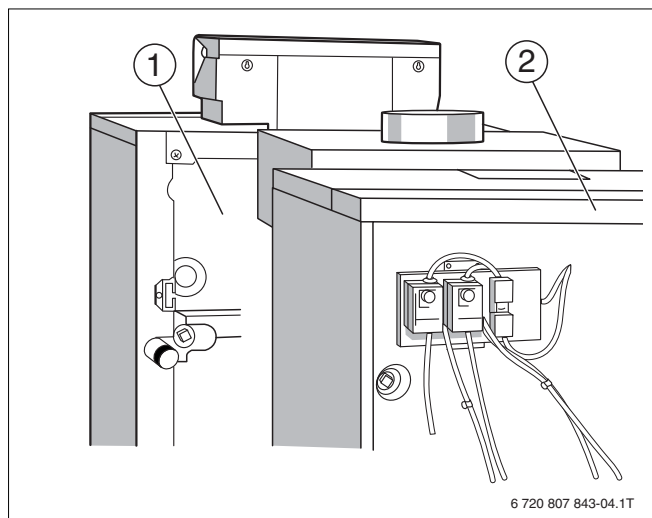

Рис. 24 Установка задней крышки котла
- Задвиньте заднюю крышку котла (Рис. 24, поз. 1) с язычками под переднюю крышку и нажмите на нее сзади вниз.
- Закрепите винтами заднюю крышку (Рис. 24, поз. 1) к задней стенке котла.
- На установке с двумя котлами дополнительно установите на задних крышках накладные листы (Рис. 24, поз. 2) и закрепите их, загнув полосы.